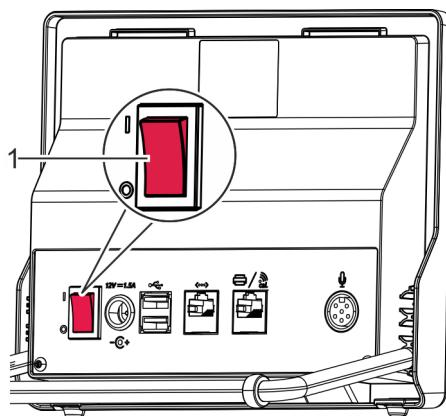

Fig. 13: Encender Watch Expert
- Comutar Watch Expert con el interruptor [I/O] (Fig. 13/1) en la posición [I].